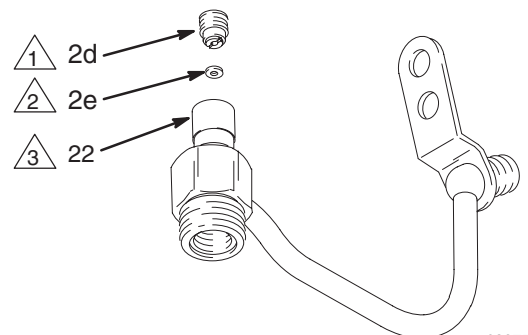

Abb. 13
- Die inneren Hohlräume des Materialgehäuses (22) leicht fetten. Die kleine Dichtung (2e) so einbauen, daß die Lippen in den Hohlraum des Materialgehäuses gerichtet sind. Die Dichtungshalterung (2d) anbringen und mit einem Drehmoment von 3,4–4,5 Nm anziehen. Siehe Abb. 13.